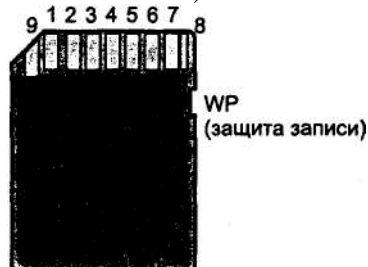

Рис. 9.9. Карта памяти SD (вид сзади)
Карты SD (рис. 9.9) имеют размер 32x24x2,1 мм; справа на рисунке виден переключатель защиты записи (WP), предохраняющий от случайного стирания. На печатной плате карты SD смонтирована флэш-память структуры NAND, SD-контроллер и вспомогательные компоненты. 9-контактный разъем карт SD (табл. 9.16) по выводам 1-7 совпадает с картами MMC. Карты SD допускают «горячее» подключение/отключение. Конструкция коннектора рассчитана на 10 000 циклов вставки-изъятия. Карты выдерживают до 200 000-300 000 циклов записи в каждый блок флэш-памя-